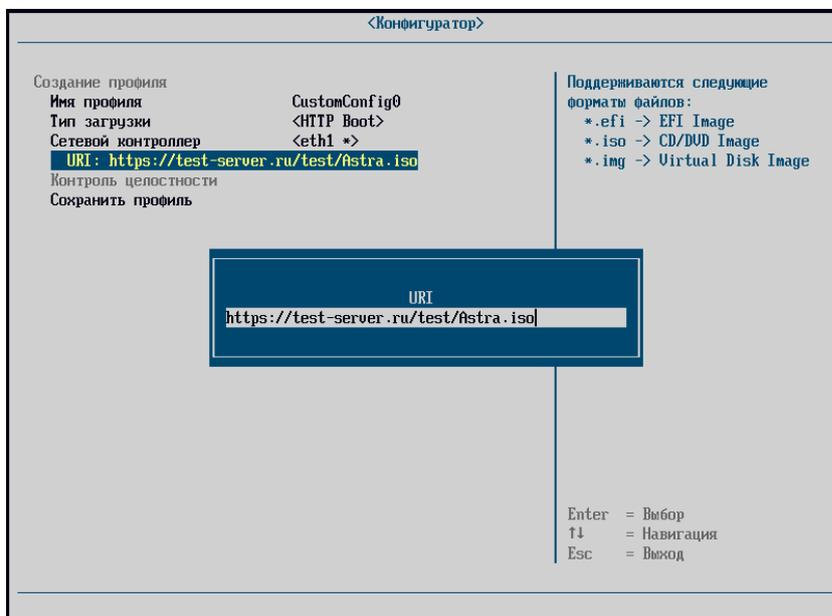

Рисунок 22 – Настройка HTTP Boot. Ввод адреса загрузки
6) в поле «URI» указать полный адрес загружаемого образа ОС (см. рисунок 22);